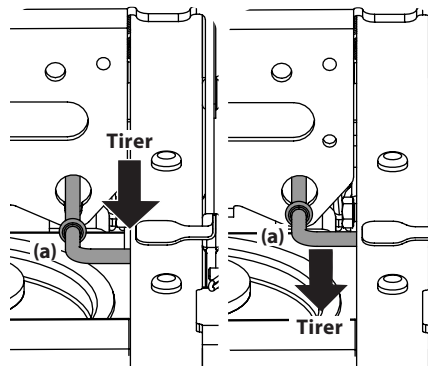

Figure 4-6
- Pour engager les tiges de dérivation, tirez sur les tiges de dérivation (a) et insérez-les dans la partie la plus petite du trou. Voir Figure 4-6.